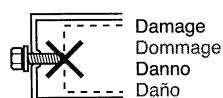

Figure 3 / Figure 3 / Figura 3 / Figura 3
- 4. Use the enclosed screws for installation. Using other screws can cause damage. (Figure 3)
- 4. Utiliser les vis fournies pour l'installation. L'utilisation d'autres vis peut causer des dommages. (Figure 3)